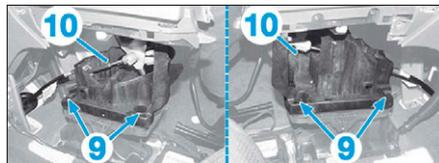

FIG. 10
- Déposer les écrous de fixation (9) de la commande de vitesses (10), puis la retirer (Fig.10).